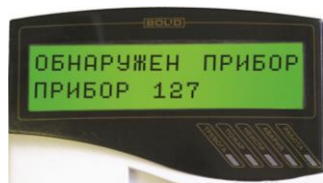

Рисунок 8
4.8.5 В течение 1 мин после включения питания пульт должен показать сообщение об обнаружении устройства с сетевым адресом, соответствующим текущему адресу контроллера (заводской адрес контроллера – 127). На рис. 8 представлен индикатор пульта «С2000М» с соответствующим сообщением.